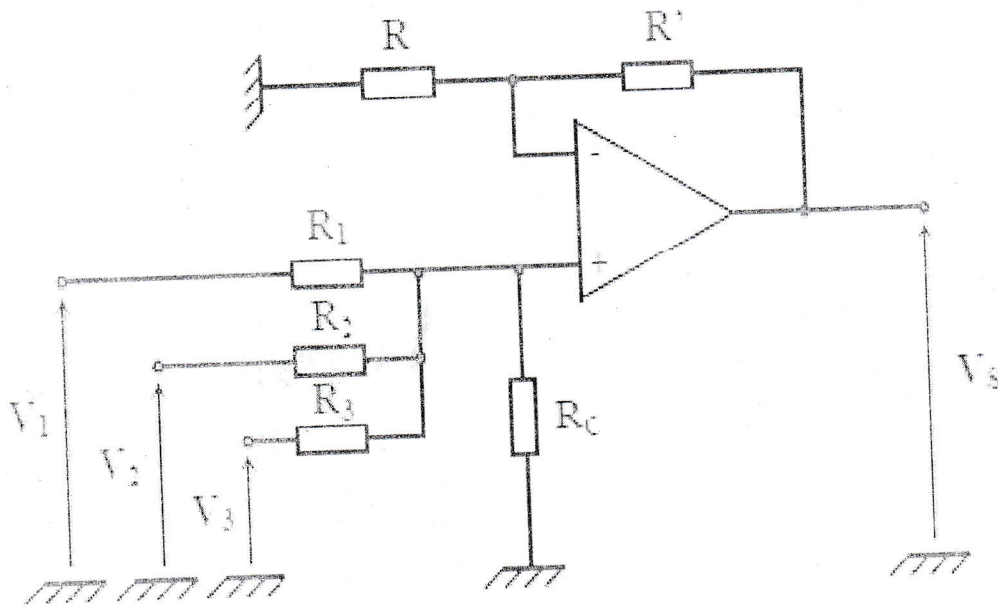

Figure 1
Pour obtenir la caractéristique mécanique de la machine asynchrone, on utilise le modèle équivalent simplifié d'une phase du moteur représenté à la figure 1.
- 3- Donner la signification physique de chaque élément constitutif du schéma équivalent de la figure 1.
On considère le montage de la figure 1, l'amplificateur opérationnel est considéré comme idéal et fonctionne en régime linéaire.